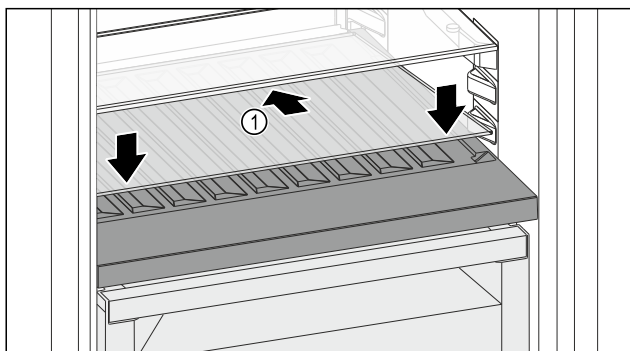

Fig. 143
- ▶ Ustawić płytę szklaną Fig. 143 (1) pod ukosem, nachyloną do tyłu w dół.
- ▶ Opuścić płytę szklaną Fig. 143 (1) z przodu.